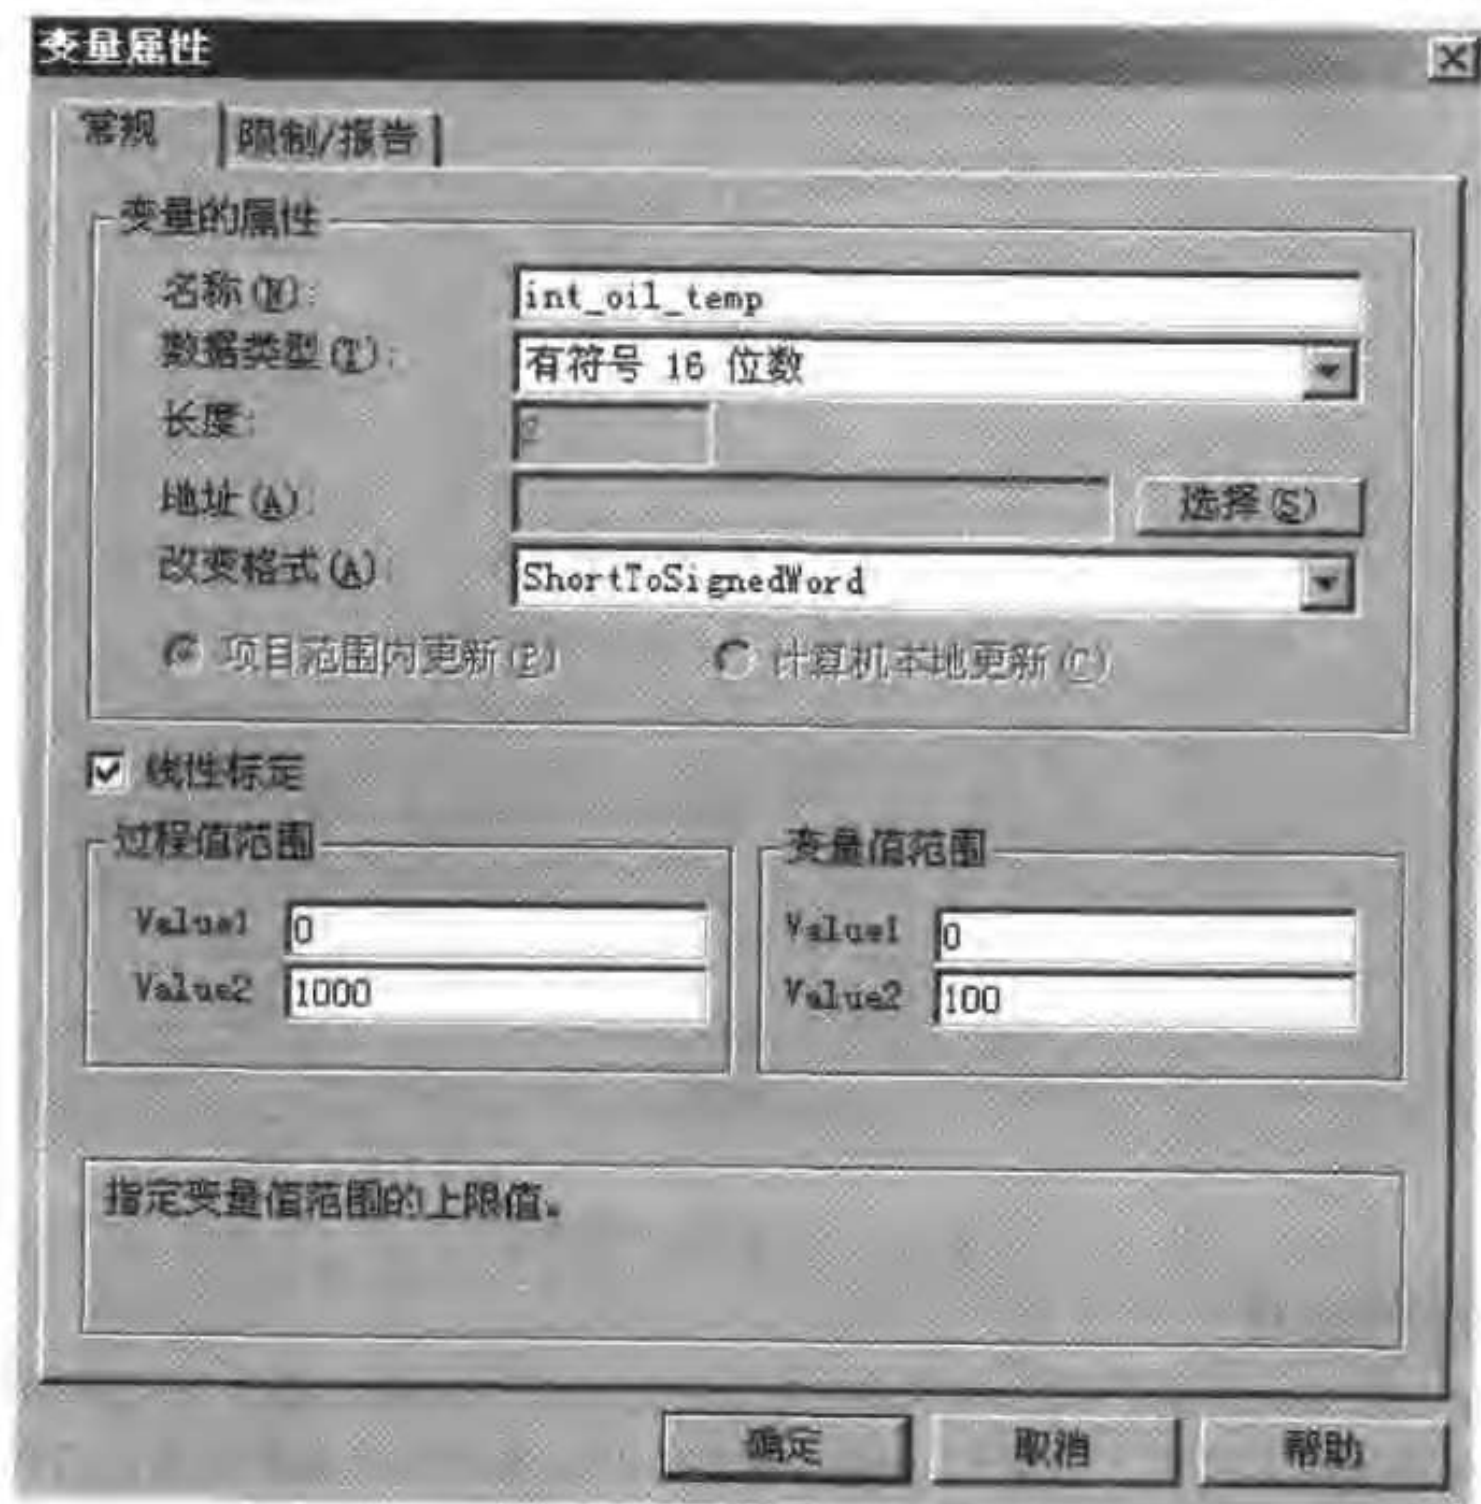

图 5-1 创建过程变量
- 右击相应的连接,并从快捷菜单中选择“新建变量”菜单项,打开“变量属性”对话框。在“常规”选择卡上输入变量的名称,并选择变量的数据类型,如图 5-1 所示。
如果希望以不同于自动化系统所提供的过程值进行显示,则可使用线性标定,如图 5-1 所示进行设置线性标定。先选择“线性标定”复选框,再分别输入过程值范围和变量值范围。图 5-1 的线性表示当过程值为 0 时,变量值为 0;当过程值为 1 000 时,变量值为 100。按照这种线性进行标定。线性标定并没有规定过程值和变量值的上、下限值。当过程值为 2 000 时,对应于变量的值为 200。